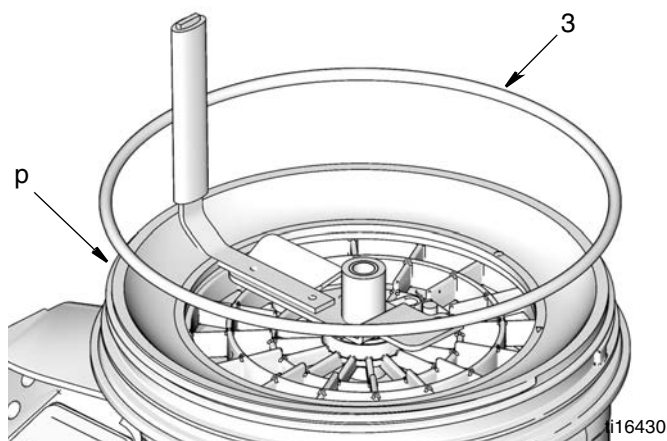

FIG. 18
1. Engrase la junta tórica nueva (3) (incluida en el kit) e instálela alrededor del adaptador del depósito (p) como se muestra en la (FIG. 18).